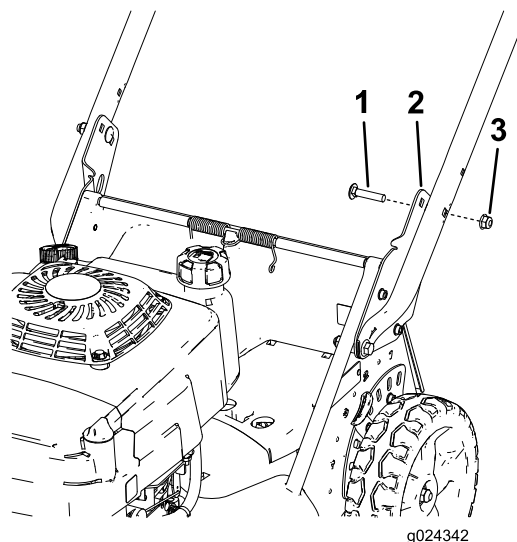

Figura 6
2. Suport mâner (2)
6. Fixai mânerul pe suportii acestuia la înălțimea dorită a mânerului utilizând 2 uruburi cu guler i cap hexagonal (5/16 x 1½") i 2 piulițele cu guler (5/16") aa cum este indicat în Figura 6.